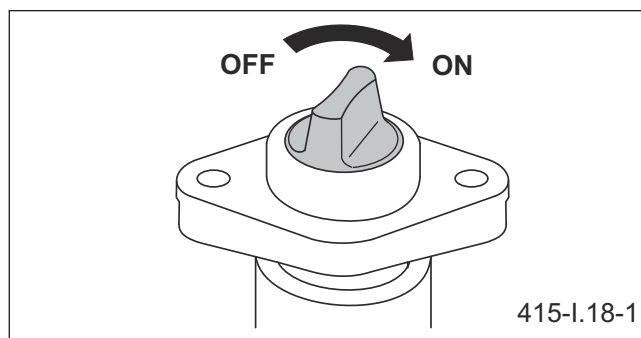

Рисунок 5.18 Главный выключатель пульта управления (ON) включен (OFF) выключен
Повернуть главный выключатель (рисунок 5.18) в направлении по часовой стрелке до положения (ON) - включено (выключатель размещается на питающем проводе пульта управления).